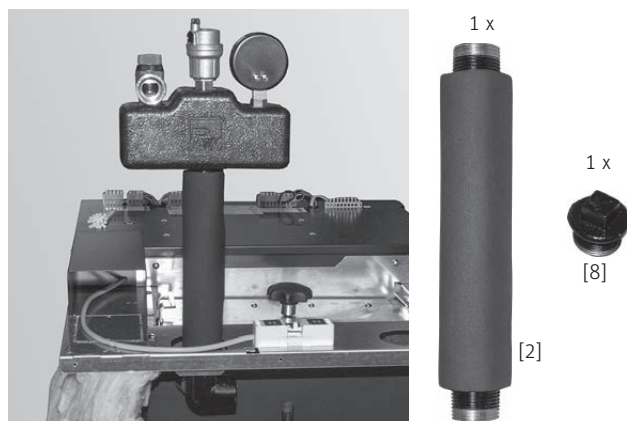

Fig. 62 Impermeabilizzare il tubo prolunga o il tappo
- ▶ Per installare un gruppo di sicurezza caldaia, impermeabilizzare il tubo prolunga [2] in corrispondenza del ripartitore angolare. Altrimenti occorre impermeabilizzare un tappo [8] al posto del tubo prolunga – Fig. 62.